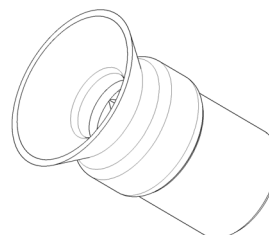

figure 28
- 2 **Toutes les semaines** : vérifier l'usure de la garniture du joint du racleur. Si elle est usée, la remplacer par une pièce de rechange d'origine du fabricant. (voir figure 28)